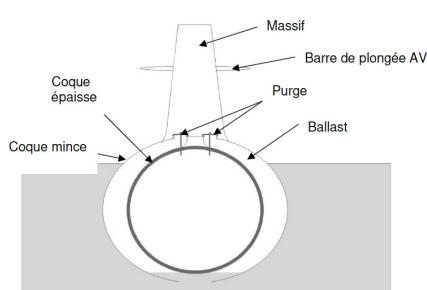

Figure 3- Schéma d'un sous-marin vu de face (Source : wikipedia.org)
- On cherche à déterminer la pression exercée par l'eau sur la coque interne (dite coque épaisse) du sous-marin (voir figure 3). Pour simplifier, on assimile l'ensemble de celui-ci à un cylindre de rayon R et de longueur L . On suppose que le sous-marin est en position horizontale dans l'eau et que son axe est à la profondeur z_C . Donner l'expression vectorielle de la poussée d'Archimède qui s'exerce sur le "sous-marin". Que représente physiquement cette force ?
La figure 3 montre la présence de ballasts entre la coque mince extérieure et la coque épaisse intérieure. Ce sont des réservoirs d'eau ou d'air pouvant être remplis ou vidés.